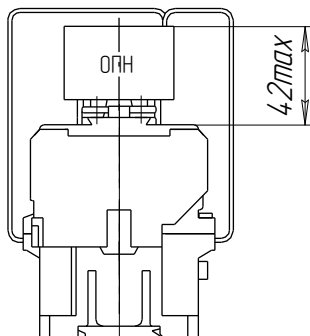
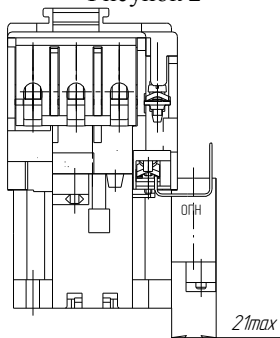

Рисунок 2
Рисунок 3
- ПМ12-025; ПМ12-040; ПМ12-063- сверху (см. Рисунок 2) или сбоку (см. Рисунок 3). Тип ОПН по Рисунку В.1, приложение В;